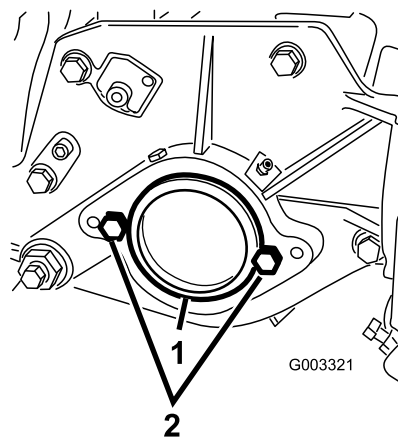

Figura 11
2. En el extremo derecho de la unidad de corte, retire el tapón de plástico del alojamiento del cojinete (Figura 11).
3. Retire los 2 tornillos de caperuza de la chapa lateral derecha (Figura 11).
2. Tornillo de caperuza (2)
5. Instale provisionalmente los 2 tornillos de caperuza de montaje del motor del molinete a la chapa lateral izquierda de la unidad de corte (Figura 11).